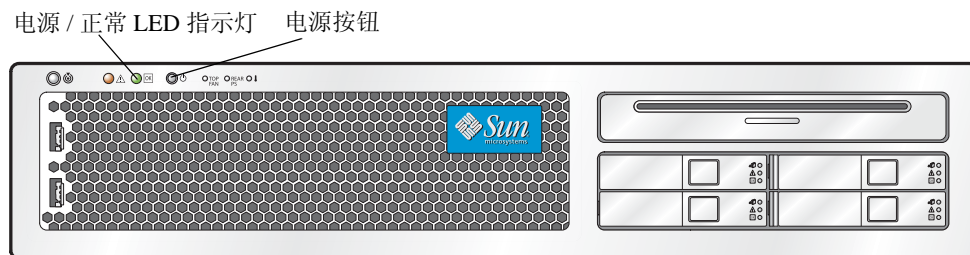

图 4-1 电源按钮和电源 / 正常 LED 指示灯位置
1. 选择下列一种方法，将服务器从主电源模式关闭到备用电源模式。请参见图 4-1。